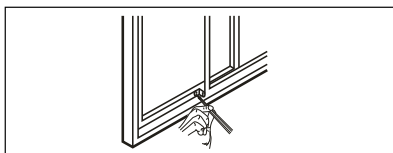

Fig. 22
- Para fixar a parte deslizante da janela, fixe a esquadria de bloqueio com um parafuso de 12,7 mm (1/2") conforme ilustrado (Fig. 22).